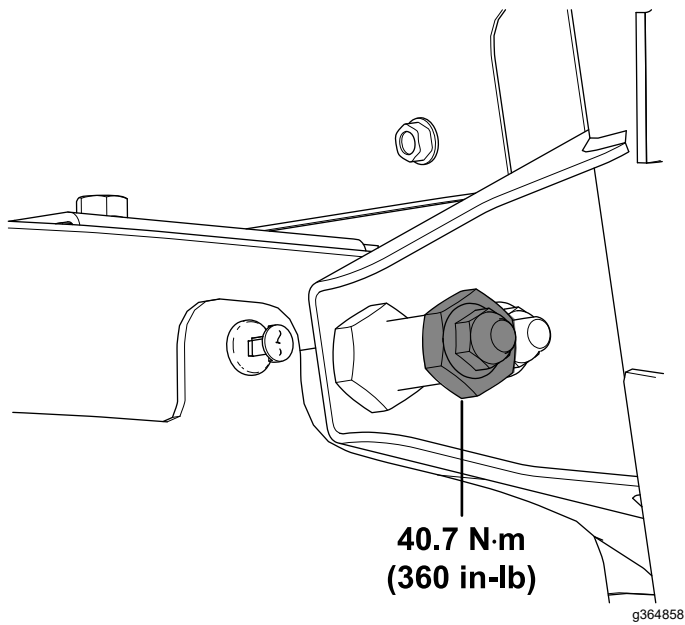

Figura 58
31. Apriete la contratuerca ($\frac{3}{8}$ " a 40,7 N·m, tal y como se muestra en la Figura 58.